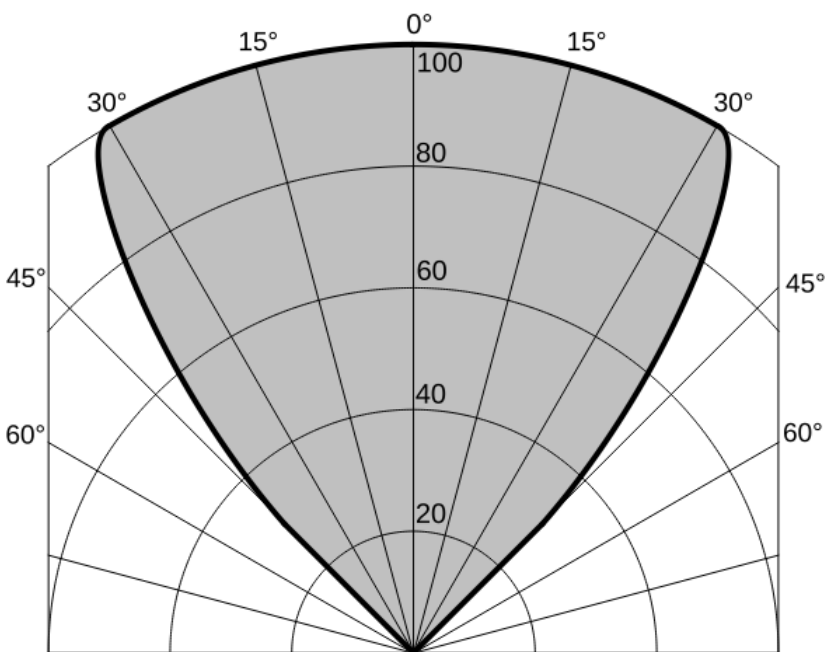
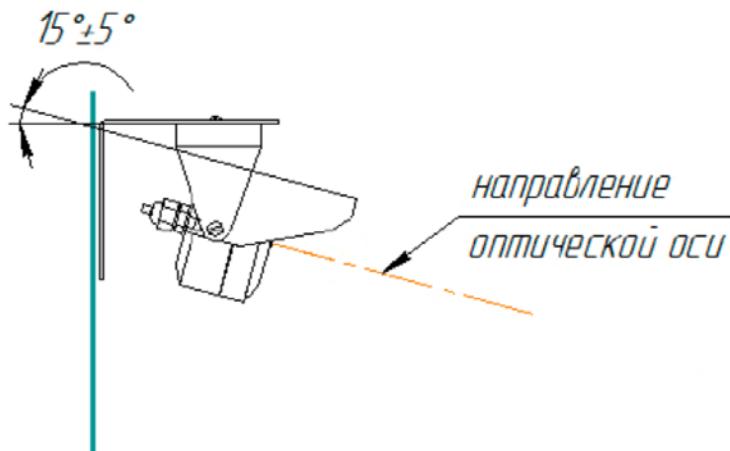

Рисунок 1 – Диаграмма чувствительности извещателя с козырьком в штатном положении (в процентах от максимального значения)
Рисунок 5 – Положение извещателя при монтаже относительно горизонта.
- расположение и нацеливание извещателя должно быть произведено с учетом чувствительности и угла обзора извещателя (рисунок 1) на наиболее вероятный источник возгорания, помимо этого для предотвращения скопления влаги на извещателе его ориентация относительно горизонта должна быть не менее 10 градусов по направлению к земле (рисунок 5);